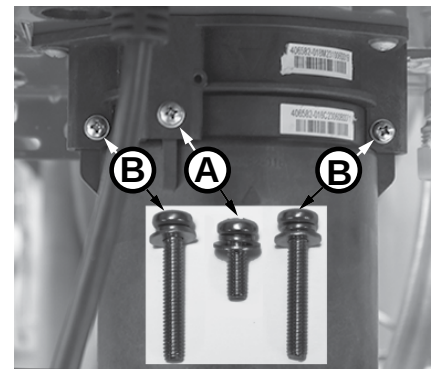

Figura 128 - Identifique los tornillos del cartucho.
6 Ubique los tres (3) tornillos que fijan el cartucho X3/de derivacin, como se muestra en la Figura 128. Retire el tornillo **(A)** M4-12 mm y los dos tornillos **(B)** M4-25 mm del cartucho. Deje los tornillos a un lado en un lugar seguro para volver a instalarlos.